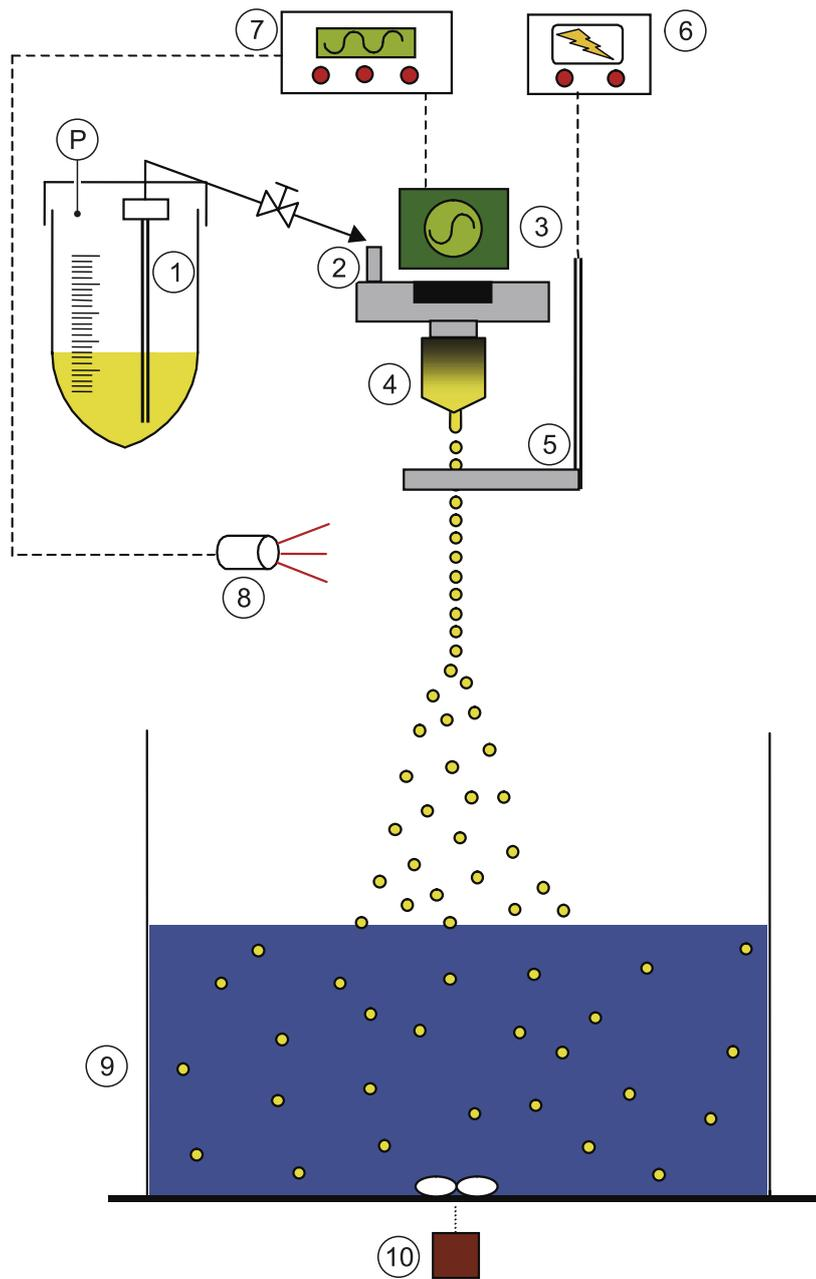

Figura 4-1: Representación esquemática del Encapsulador B-390
El producto que se va a encapsular (células, microorganismos u otras sustancias biológicas y químicas) se mezcla con un polímero Encapsulador (normalmente alginato) y la mezcla se introduce en la botella a presión ① consulte la *figura 4-1*. La mezcla de polímero y el producto se introduce a la fuerza en la unidad de producción de perlas ② mediante presión de aire (P). El líquido pasa después a través de una boquilla perforada con precisión ④ y se separa en gotitas de igual tamaño en la boquilla existente. Estas gotitas pasan a través de un campo eléctrico entre la boquilla ④ y el electrodo, ⑤ produciendo la carga de la superficie. Las fuerzas de repulsión electrostáticas dispersan las perlas al caer al baño de polimerización. El baño de polimerización debe tener una toma a tierra eléctrica.